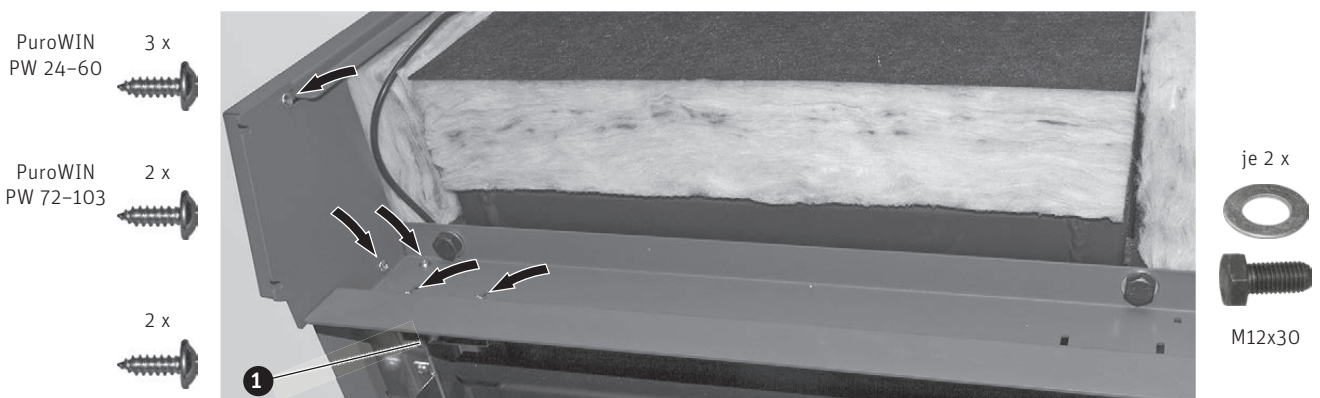

Fig. 42 Verbinder oben und Türsicherheitsschalter montieren (Abbildung PuroWIN PW 24–60)
- ▶ Verbinder oben mit je 2 U-Scheiben und Sechskantschrauben M12x30 vorerst nur handfest am Kessel befestigen, erst wenn alle Verkleidungsteile montiert und die Verkleidung (Spaltmaße) eingerichtet ist, Schrauben festziehen – Fig. 42.
- ▶ Verbinder oben und Seitenwand links mit 2 bzw. 3 Blechschrauben verschrauben – Fig. 42.
- ▶ **Nur bei PuroWIN PW 24–60:** Türsicherheitsschalter mit 2 Blechschrauben am Verbinder oben montieren, dieser muss dann nach der Montage der Verkleidungstür eingestellt werden – Fig. 42.